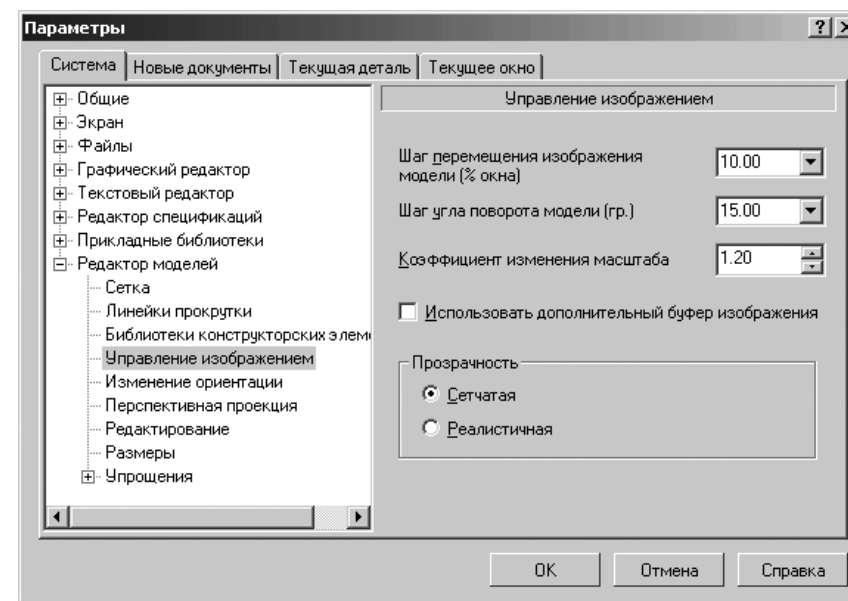

Рис. 1.87. Диалоговое окно **Параметры** с открытой вкладкой **Система** и открытой панелью **Управление изображением**
- щелкните по пункту **Управление изображением**. Появится в правой части диалогового окна **Параметры** панель **Управление изображением** (рис. 1.87).